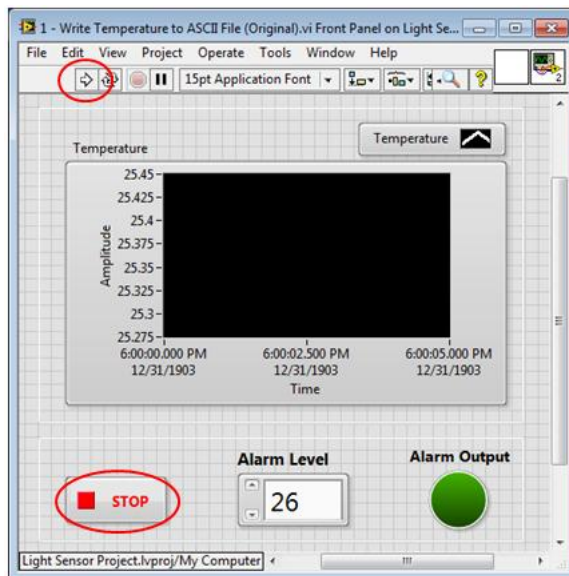

Figura 1. Use a seta de execução para executar a aplicação do LabVIEW.
- b. Execute a aplicação clicando na seta de **execução** () no painel frontal conforme ilustrado na figura 1.
- e. Pare o VI selecionando o botão **Stop** no painel frontal do LabVIEW conforme ilustrado na figura 1.